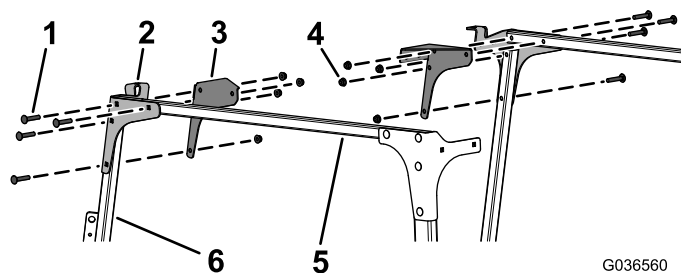

图9
8. 如图9所示，用 8 个托架螺栓（5/16 x 1-3/4 英寸）和 8 个凸缘螺母（5/16 英寸）将左、右前安装板和角撑板松松地安装到交联管和左、右风挡支撑上。